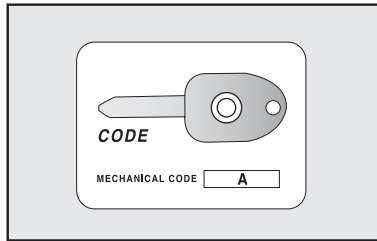

fig. 2
Com o conjunto de chaves é entregue o CODE CARD **fig. 2** no qual é indicado:
**A-fig. 2** - O código mecânico das chaves a comunicar à **Rede Assistencial Fiat** para pedir cópias das chaves.